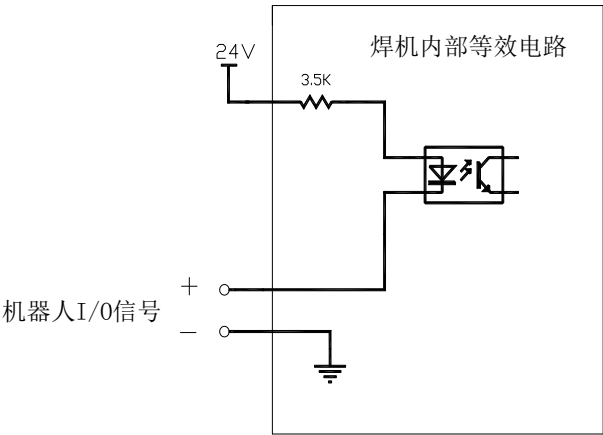

图3-43 机器人至焊机 I/O 信号等效电路
- 注 2：由机器人输出给焊机的 I/O 信号传输等效电路见图 3-43，低电平有效。即图中 I/O 信号+、-端子间电压为 0~5V 时为低电平，机器人动作；当 I/O 信号+、-端子间电压为 18~24V 时为高电平，机器人不动作。I/O 信号电压范围限于 0~30V。